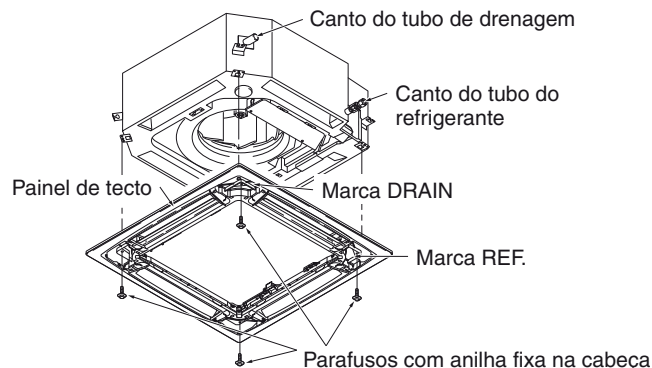

Fig. 7-5
- 3) Aperte os parafusos, com anilha fixa na cabeça, fornecidos nos 4 pontos de instalação do painel, de modo que o painel seja fixado firmemente na unidade. (Fig. 7-5)